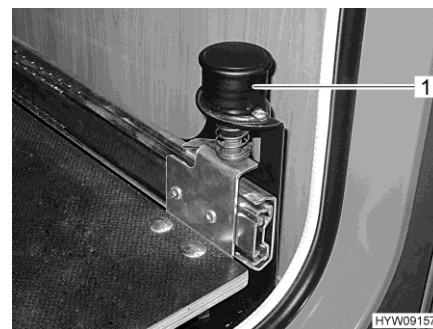

Fig. 92 Pomello con arresto
- Tirare verso l'alto il pomello (Fig. 92,1). La base estraibile del vano portabombole è sbloccata.